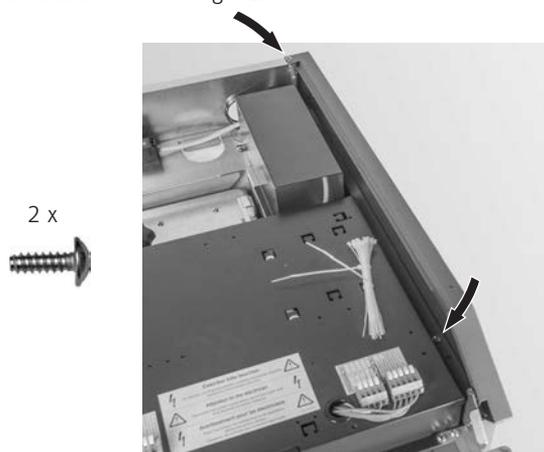

Fig. 61 Infilare la parte superiore del rivestimento e avvitare
- Infilare la parte superiore del rivestimento in corrispondenza della parete laterale destra e fissarla con 2 viti autofilettanti su ciascun lato – Fig. 61.